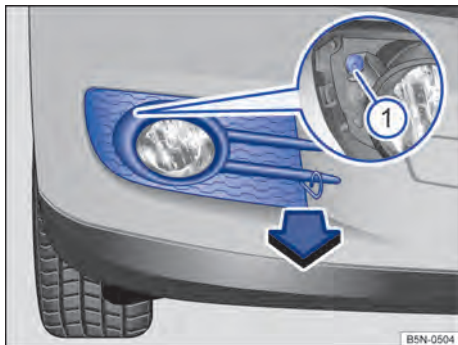
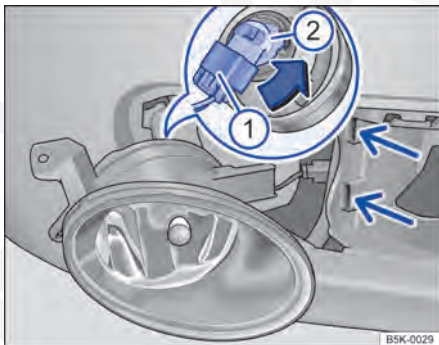

Fig. 239 No para-choque dianteiro à direita: desinstalar farol.
Fig. 240 Substituir a lâmpada incandescente do farol.
2. Retirar o gancho extrator das ferramentas de bordo e encaixar na abertura da cobertura ⇒ Fig. 239. Retirar a cobertura no sentido da seta para frente.
3. Desaparafusar o parafuso de fixação ① com a chave de fenda das ferramentas do veículo ⇒ Página 393.
5. Destravar e retirar o conector ⇒ Fig. 240 ①.
6. Girar o suporte de lâmpadas ② na direção da seta até o batente no sentido anti-horário e retirar para trás com a lâmpada incandescente.
9. Encaixar o conector ① no suporte da lâmpada ②. O conector precisa encaixar audivelmente.
10. Empurrar o farol por fora nos entalhes ⇒ Fig. 240 (setas) e instalar no para-choque
11. Apertar o parafuso de fixação ⇒ Fig. 239 ① com a chave de fenda.
12. Encaixar a cobertura no para-choque ⇒ Fig. 239.